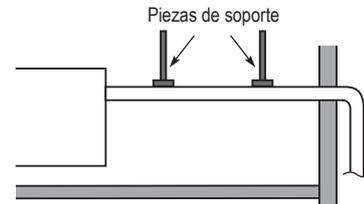

Fig. 6-13
- No aplicar fuerza a las tuberías laterales de la unidad al conectar la de drenaje. No debe dejarse que el tubo cuelgue sin soporte de su conexión a la unidad. Sujetarlo a una pared, marco u otro soporte tan cercano a la unidad como sea posible. (Fig. 6-13)